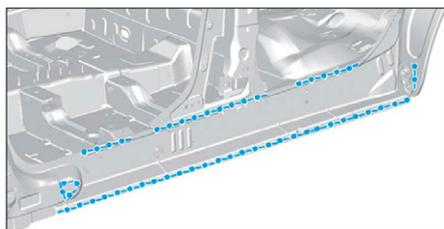

FIG. 120
- Préparer des zones d'accostage et les protéger par un apprêt soudable (Fig.120).